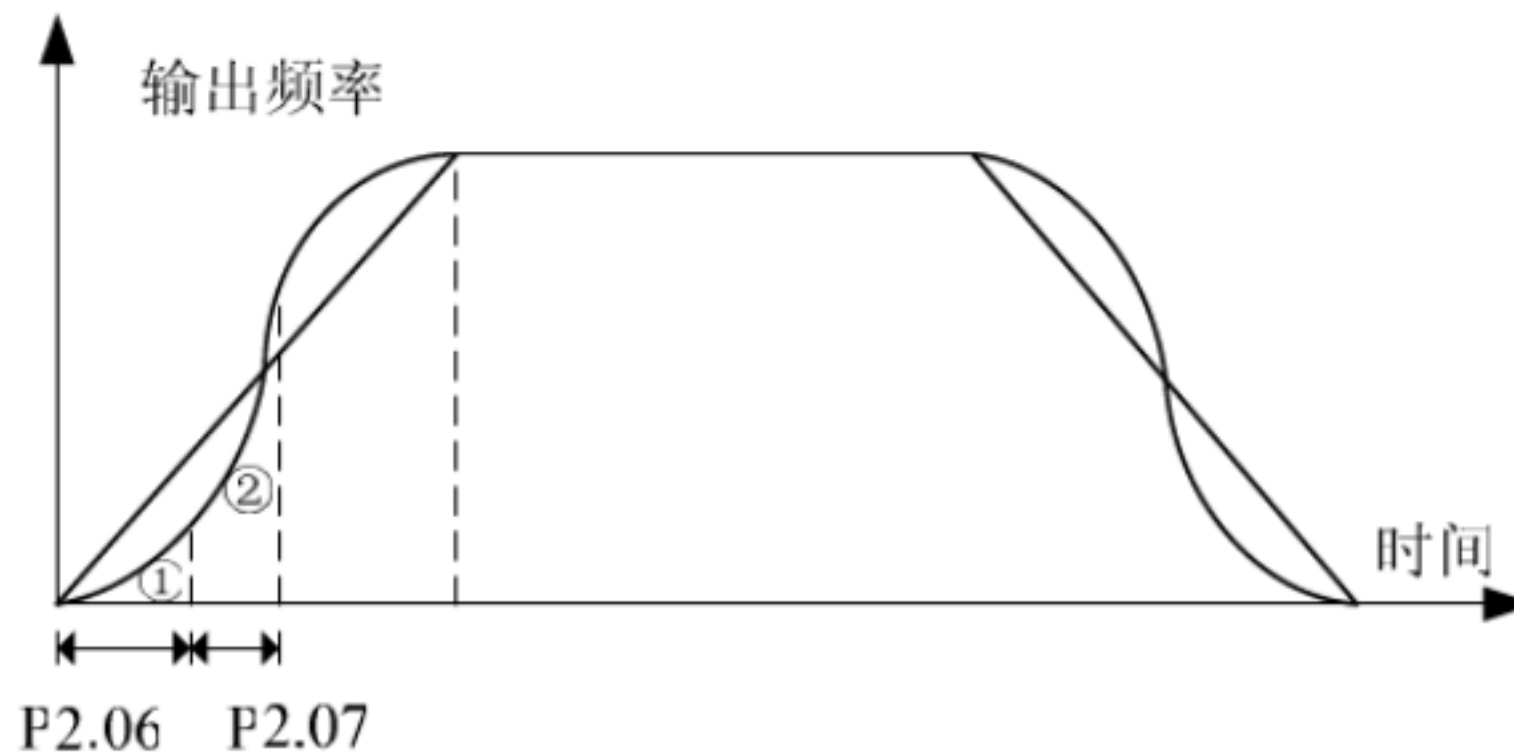

图 6-7 S 加减速曲线
变频器在加减速过程中，输出频率和加减速时间为 S 曲线关系，按照 S 曲线递增或者递减，如图 6-7 所示。本功能一般是为了减少在加减速过程中的噪音和振动，降低起动和停机时的负载冲击。S 曲线的参数是由参数 P2.06 和 P2.07 设定的。
S 曲线起始阶段如图 6-7 中的①所示，是输出频率的斜率从零逐渐增大的过程；S 曲线上升阶段如图 6-7 中的②所示，是输出频率的斜率保持恒定的阶段；以上参数组合使用，特别适用于传送，搬运等负载的起停过程。